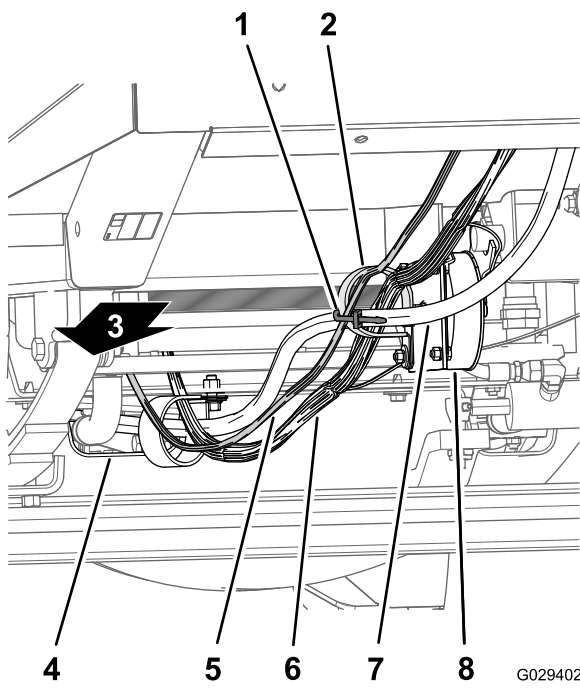
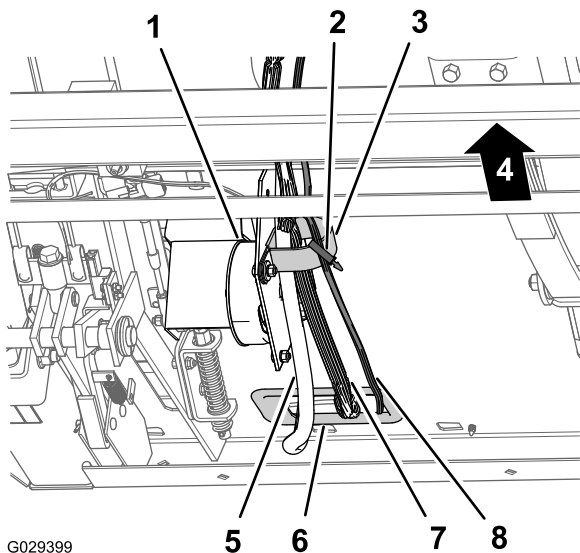

图 195
图 196
1. 沿着线束和机器的转向软管散热器下安装线束的 240cm 仪表板支管穿过散热器支架下面的 R 形夹和地面行驶速度控制线圈上的 R 形夹图 195 和图 196。
- 将线束的 240cm 仪表板支管布置到地面行驶速度控制线圈的 R 形夹上 图 195 和 图 196。